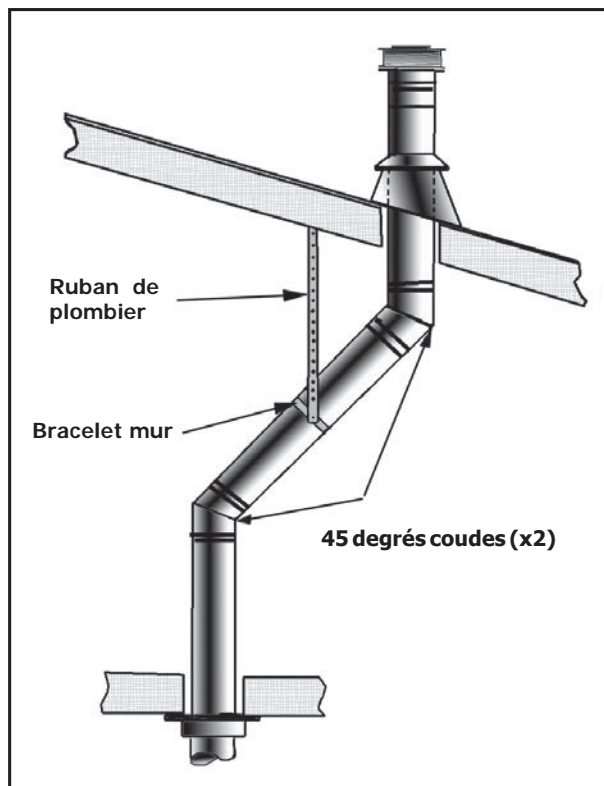

Figure 34: L'utilisation de Ferrures de Fixation Murales
- (1) Si un décalage est nécessaire dans le grenier pour éviter les obstacles, il est important de soutenir le tuyau de ventilation tous les **3 '(914 mm)**, afin d'éviter un stress excessif sur les coudes, et la séparation possible. Sangles muraux sont disponibles à cet effet (voir la figure 34).
- (2) Chaque fois que possible, utilisez coudes à 45 ° degrés au lieu de coudes à 90 ° degrés. Le coude à 45 ° degrés offre moins de restriction à l'écoulement des gaz de combustion et de l'air d'admission.